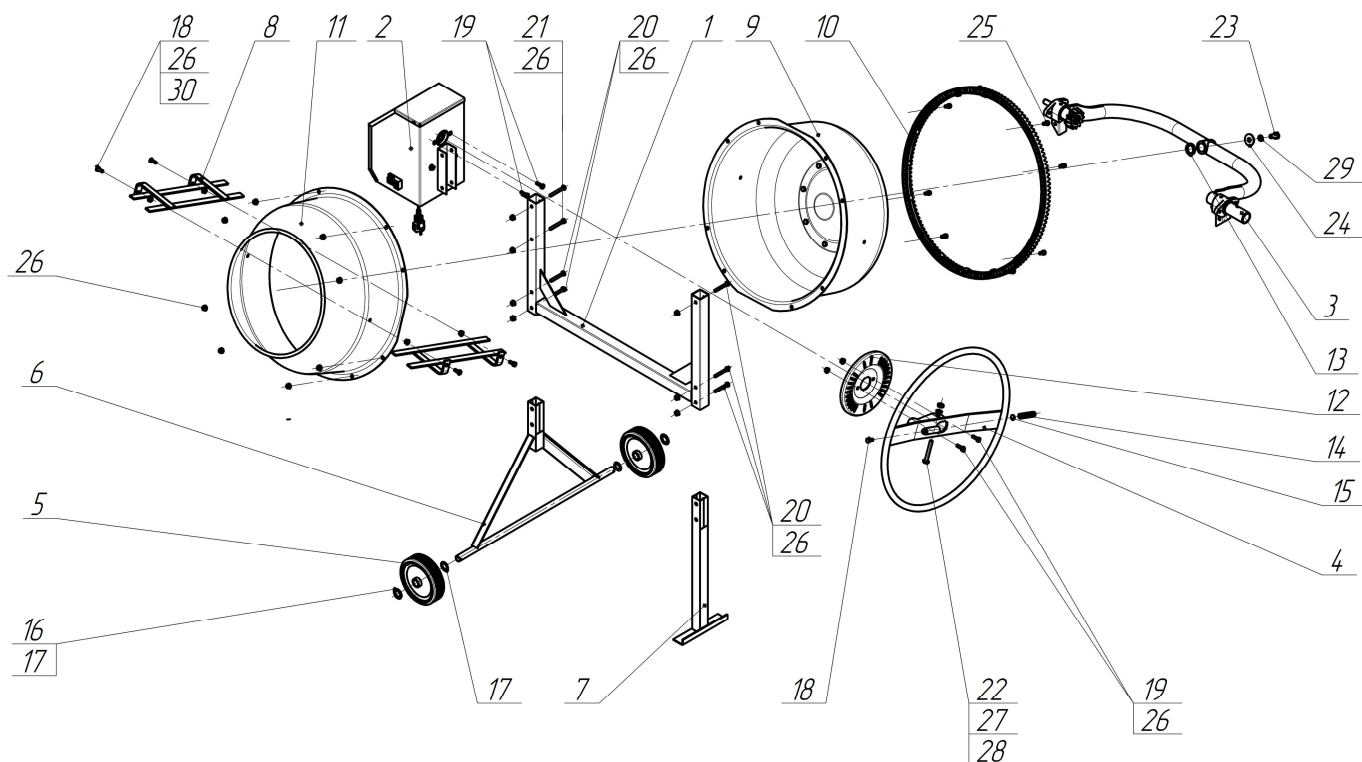

Рис.2
Основные составные части бетоносмесителя показаны на рис.2 – 5.
4.2. Выставить ёмкость бетоносмесителя на выбранный угол диска фиксатора (12) (см. рис.2). Для этого, преодолевая усилие пружины 14, оттяните поворотное колесо 4 на себя и поверните емкость на необходимый угол.